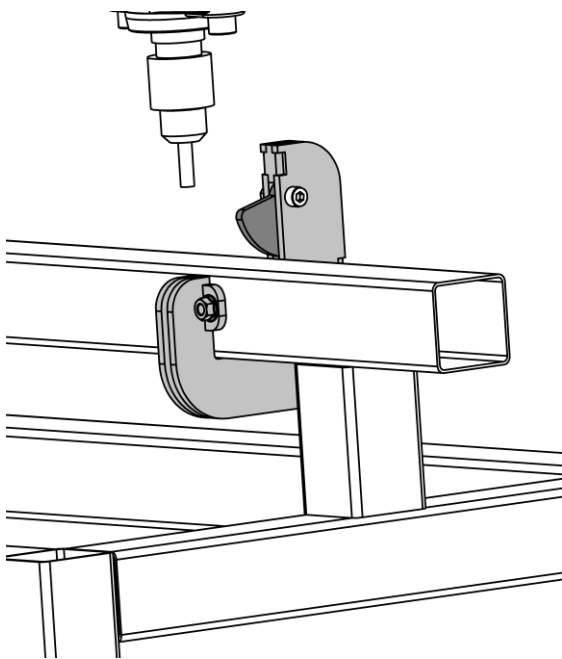

Рисунок 30.
9.3 Для рамы P3с используются откидные упоры с креплением охватом рабочего стола(рис. 30).